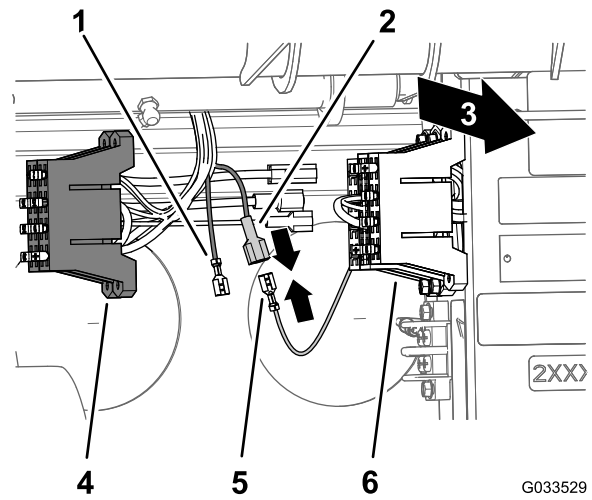

図 25
2. 車両用のヒューズブロックの黄色い電源線の端部についている絶縁されていないソケット端子と、スプレーヤの配線用のヒューズブロックの黄色いオプション電源線の端部についている絶縁されたブレード形の端子を探し出す 図 25。
3. 車両ヒューズブロックの絶縁されていないソケット端子と、スプレーヤのヒューズブロックの絶縁されたブレード形の端子に接続する (図 25)。